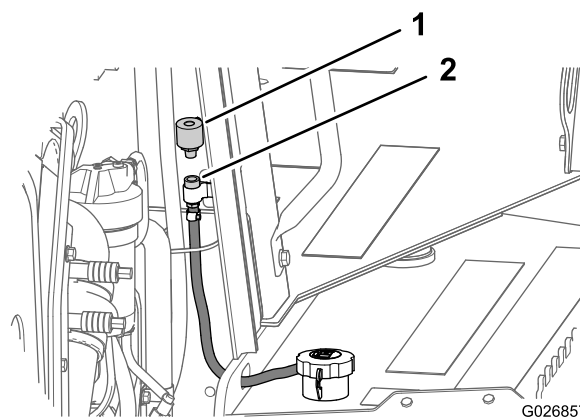

Figura 73
2. Na parte frontal do painel do compartimento do motor, remova o respiro da conexão do tubo girando o respiro no sentido anti-horário (Figura 73).
3. Instale um novo respiro na conexão do tubo, apertando-o manualmente (Figura 73).